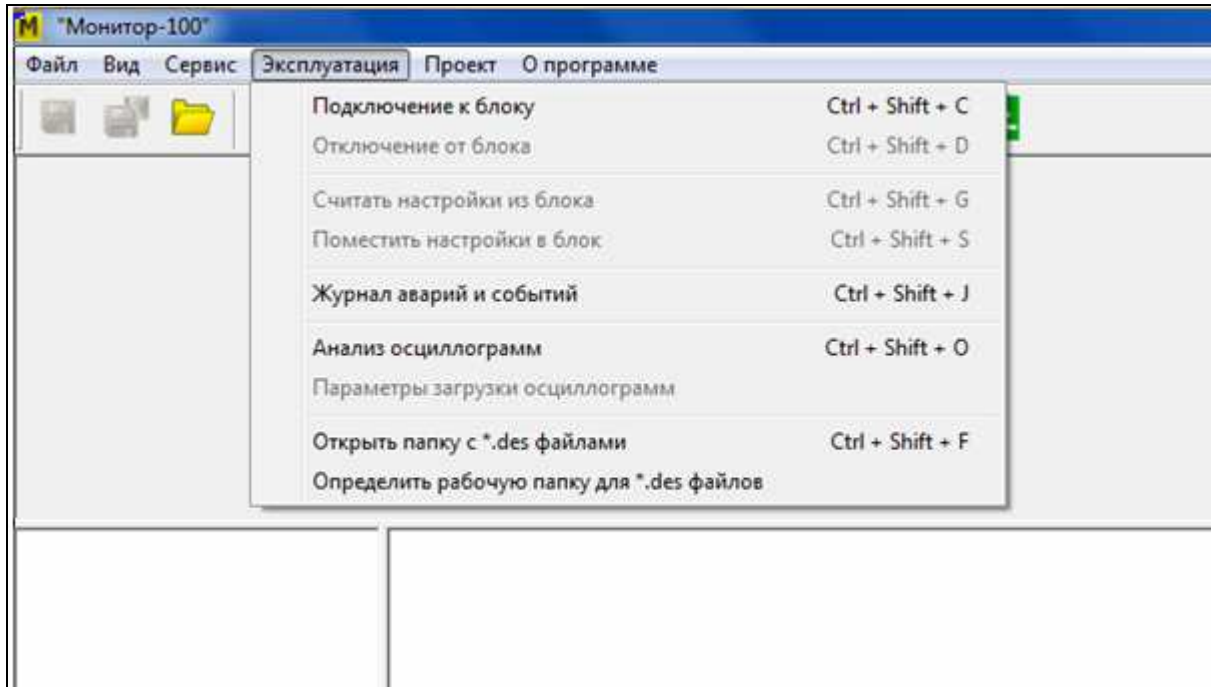

Рисунок 24
3.1.2.5 Пункт «Эксплуатация» главного меню Про «Монитор-100» (рисунок 24) содержит подпункты: